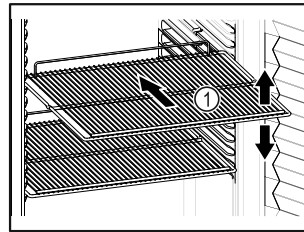

Fig. 63 Примерное изображение
- Если имеются решетчатые полки Fig. 63 (1), отрегулируйте высоту их установки.